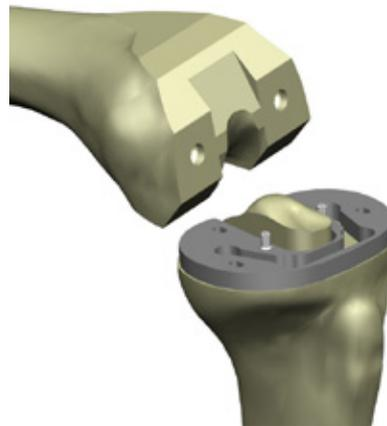

Figura 40
- 5 Abbassare il finecorsa di profondità rotuleo finché non entra in contatto con il misuratore di profondità rotuleo (Figura 40).